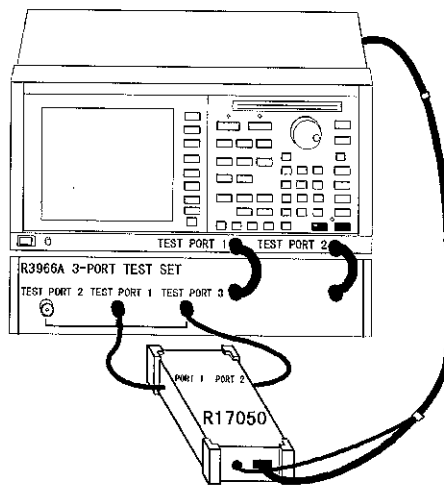

図 2-8 RF ポートの接続
- ⑧ 本器の RF ポートとテスト・セットの測定ポートを接続します (図 2-8 参照)。